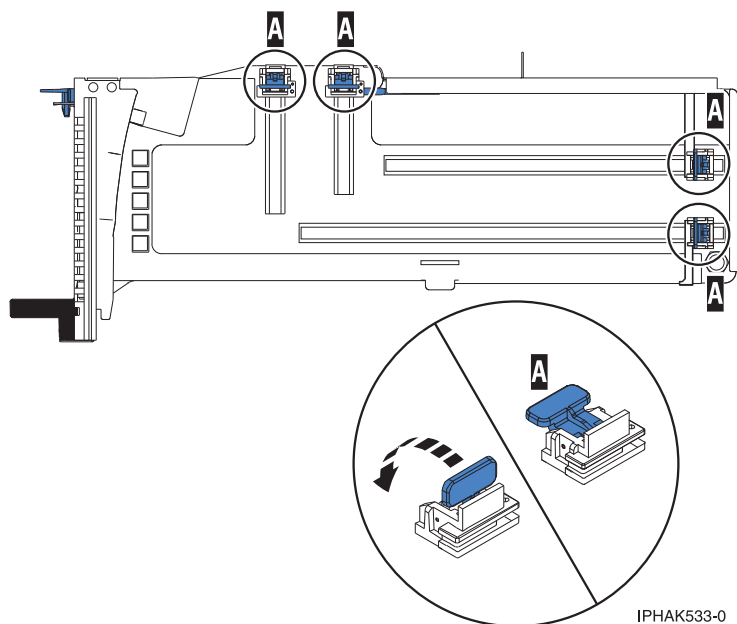

図 106. アダプター保持具
- b. アダプターを取り付けられるように、必ずすべてのアダプター保持具 (A) をカセットの端に押し出しておいてください。 157 ページの図 106を参照してください。